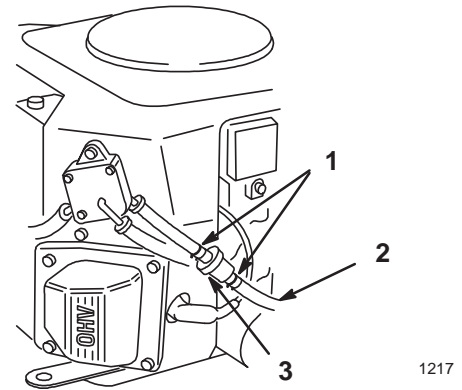

Figure 31
4. Apriete juntando los extremos de la abrazadera de la manguera y deslícela alejándola del filtro (Fig. 31).